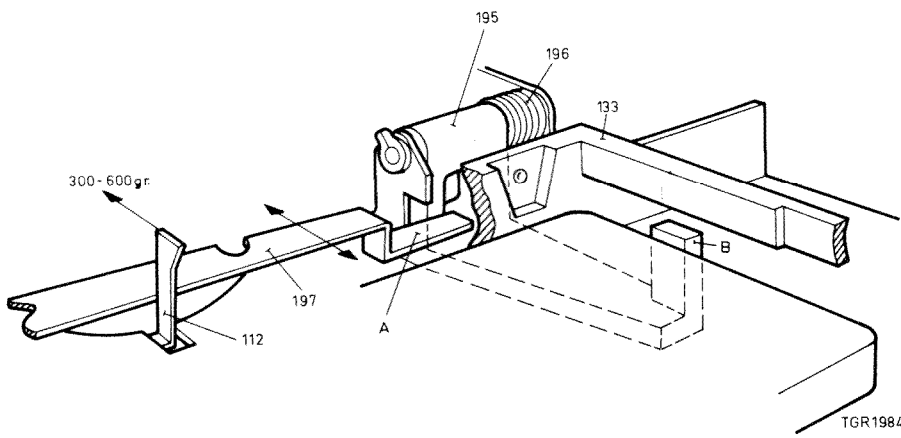

Fig. 22
Controle van de aandrukkracht van beugel pos.112 (zie fig.22)
In de stand "opname" en "weergave" wordt de onderste cassette door beugel pos.112 stevig naar voren gedrukt. De kracht waarmee deze beugel de cassette naar voren drukt moet 300 tot 600 g bedragen (zie fig. 22). Is deze kracht kleiner dan moet veer pos.111 vervangen worden. Ook moet gecontroleerd worden dat tijdens weergave rol pos.113 commandoschijf pos.70 niet raakt.
Instelling beugel pos.197 (zie fig.22)